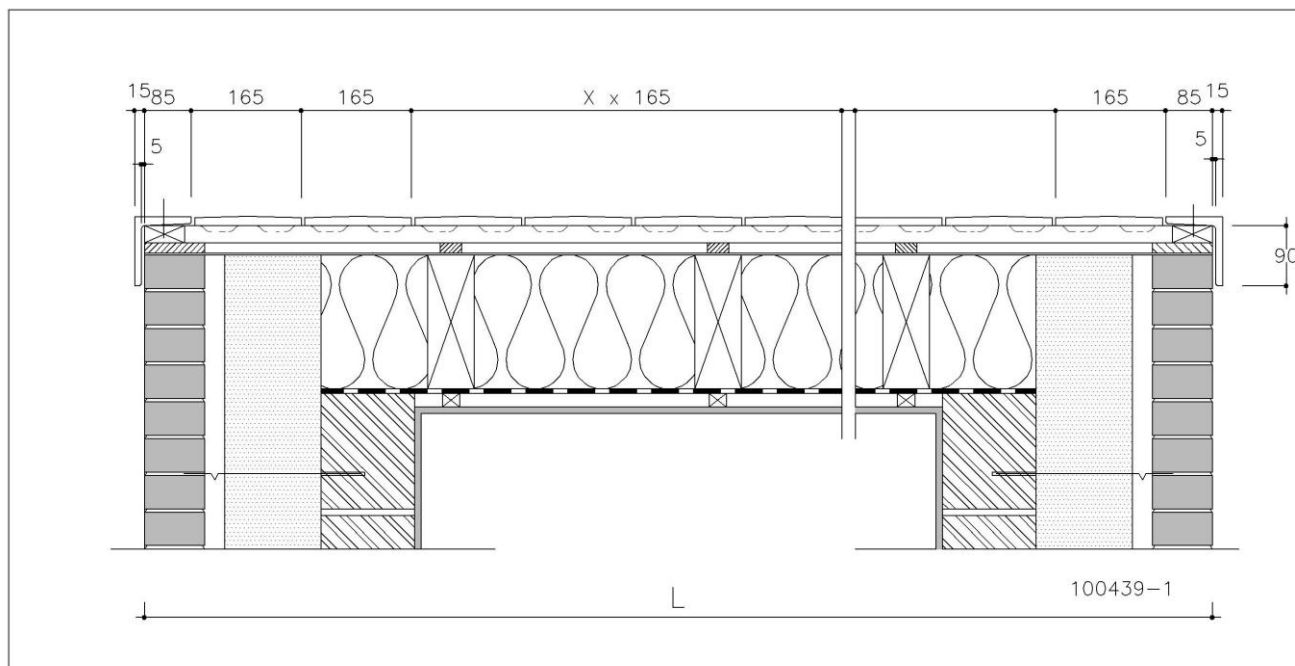

Fig. 2: Breedteverdeling van het dak - beëindiging met gevelpannen
- beëindiging met gevelpannen (Fig. 2 en Fig. 4 bij de principedetails): zie berekening breedteverdeling hieronder